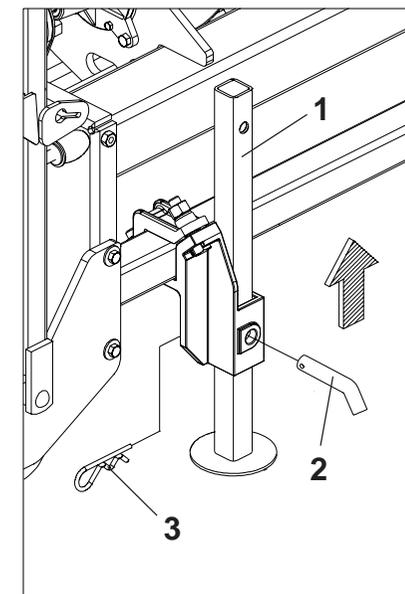

FIGURA 21
1 - Recolha o suporte de apoio (1) e fixe com o pino (2) e trava (3), **conforme mostra a figura 21.**